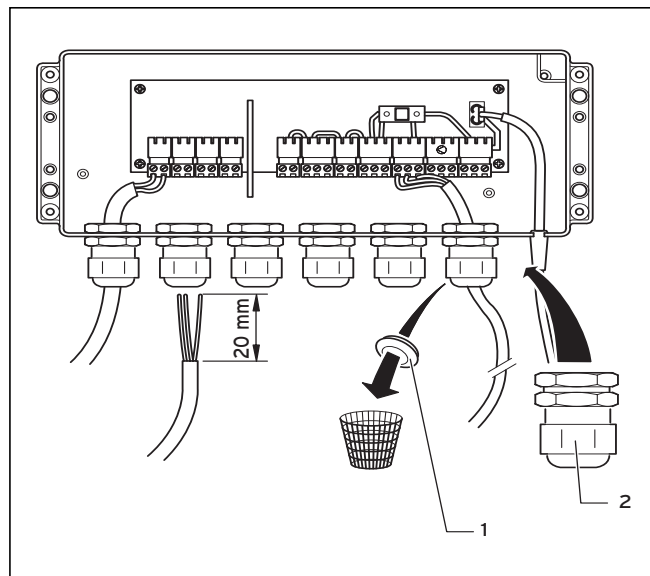

**Fig. 5.5 Collegamento del cavo di guardia tra la scatola di cablaggio e l'alloggiamento dell'uniSAT**
Assicurarsi che il cavo di guardia (1) della scatola di cablaggio sia collegato al contatto del cavo di guardia (2) dell'alloggiamento dell'uniSAT (vedere fig. 5.5).